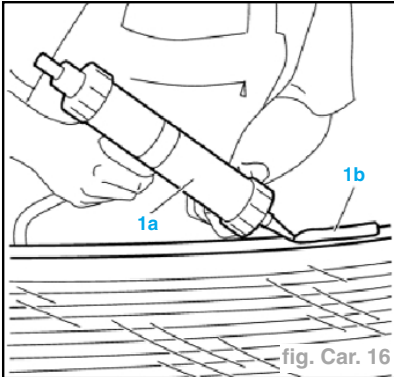

fig. Car. 16
- A l'aide d'un pistolet à air comprimé (1a), extruder très uniformément un cordon de mastic (1b) sur le périmètre de la lunette AR (fig. Car. 16).